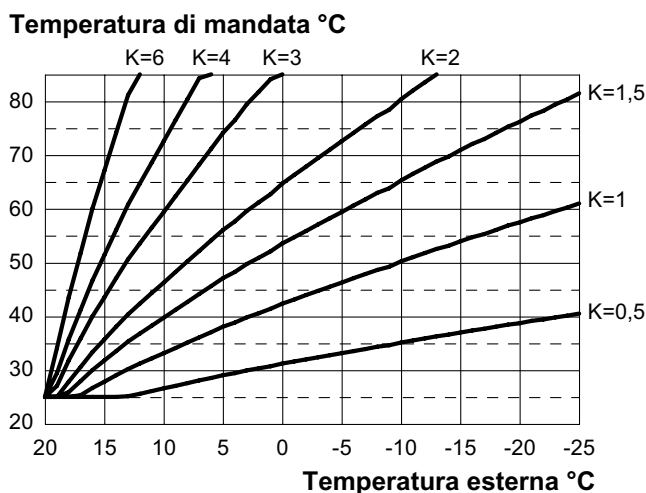

Figura 5.41
Se alla caldaia **È COLLEGATO** il comando remoto (opzionale) riferirsi alla Figura 5.41 .
Il coefficiente K è un parametro che innalza o abbassa la temperatura di mandata caldaia al variare della temperatura esterna. Quando si installa la sonda esterna bisogna impostare questo parametro in base al rendimento dell'impianto di riscaldamento per ottimizzare la temperatura di mandata (Figura 5.41 ).
Es. Per avere una temperatura di mandata all'impianto di riscaldamento di 60°C con una esterna di -5°C si deve settare un K di 1,5 (linea tratteggiata in Figura 5.41 ).
- Utilizzando i tasti 17 o 18 è possibile modificare il valore del parametro 15 da un minimo di **01** ad un massimo di **60** in base alla curva scelta del coefficiente K in Figura 5.41 (il valore letto sul display corrisponde a valori decimali di coefficienti K).